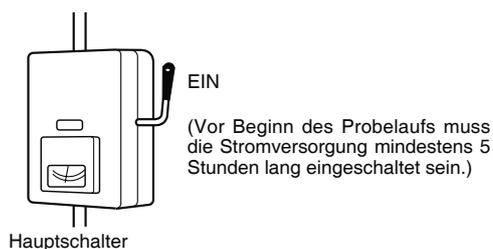

Abb. 7-1
- (1) Die Steuerkabel wurden korrekt angeschlossen, und alle elektrischen Anschlüsse sind fest verbunden.
- (2) Die Transportsicherungen des Inneneinheits-Gebläses wurden entfernt. Wenn dies nicht der Fall ist, müssen sie nun entfernt werden.
- (3) Die Stromversorgung zur Einheit wurde mindestens 5 Stunden vor dem Starten des Kompressors eingeschaltet. Die Unterseite des Kompressors sollte sich erwärmt haben, und das Kurbelgehäuse-Heizelement in der Nähe der Kompressorstützen sollte sich heiß anfühlen. (Abb. 7-1)